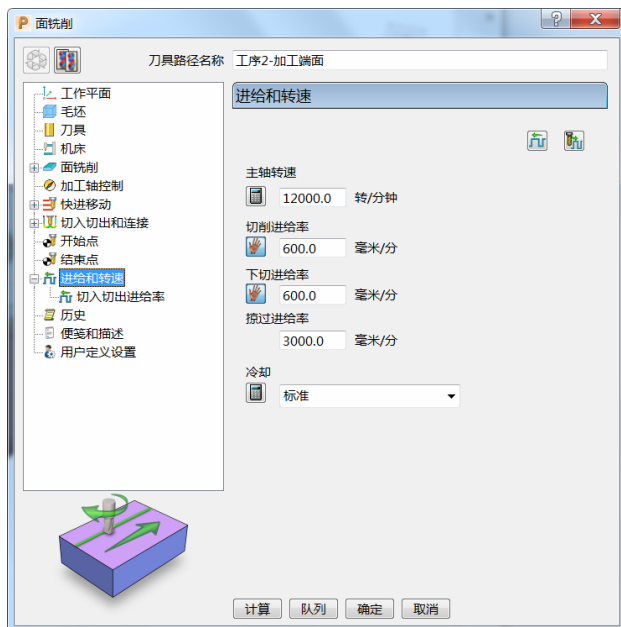
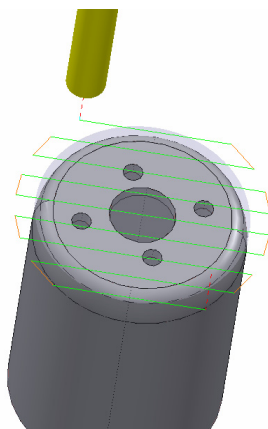

图 2-11
图 2-12
8) 进给和转速: 设定主轴转速 12000.0r/min、切削进给率 600.0mm/min、下切进给率 600.0mm/min、掠过进给率 3000.0mm/min, 标准冷却。(图 2-11)
9) 单击图 2-11 中的“计算”按钮, 刀具路径如图 2-12 所示。